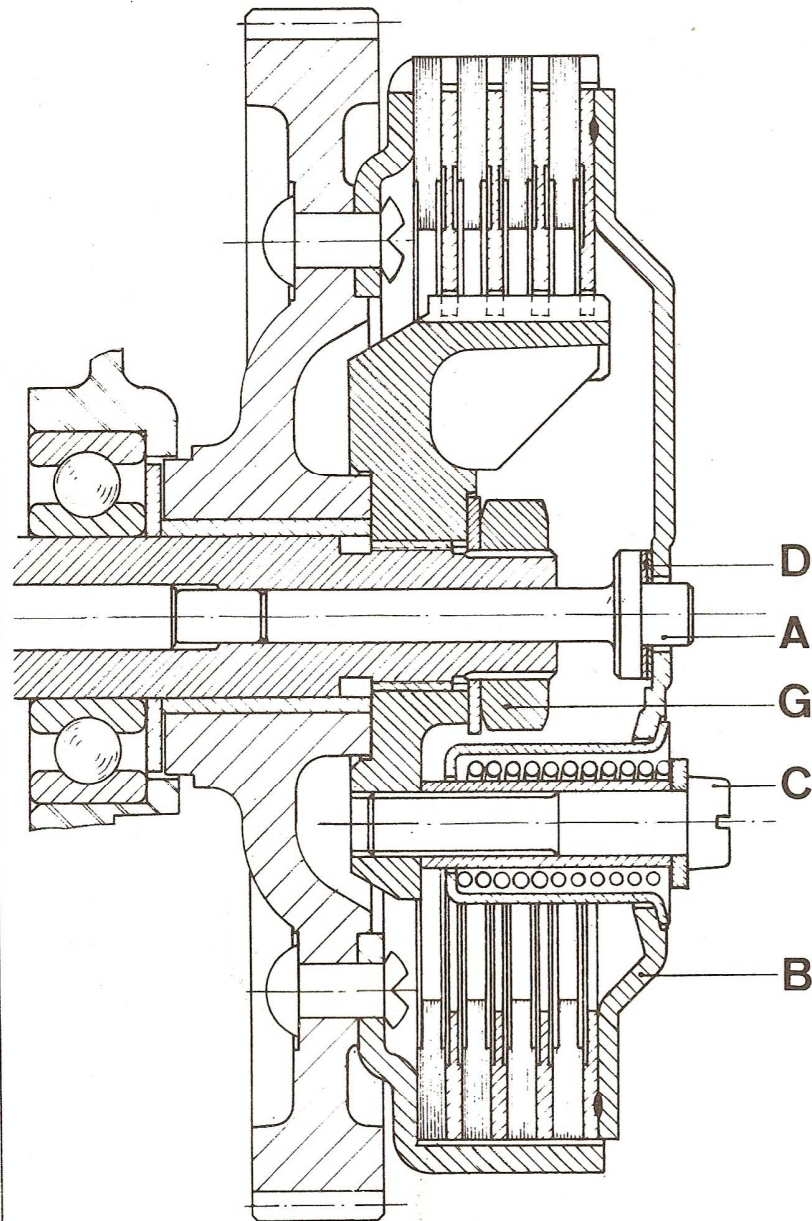

Fig. 9
- la petite tige de débrayage fait saillie au centre de l'embrayage ('a' sur fig.9) - cette goupille doit se trouver toute dégagée et doit pouvoir être remuée de tous côtés quand le levier se trouve à 21 mm de distance du bloc en aluminium, sinon l'embrayage est déréglé
- cela doit être corrigé comme suit : 4 vis ('c' de la figure 9) doivent être dévissées et le disque de pression 'b' doit être écarté.
- enlever une ou deux rondelles intermédiaires de la goupille ('d' de la figure 9) suivant qu'il est nécessaire pour donner du jeu à la goupille, de 0,3 à 0,6 mm